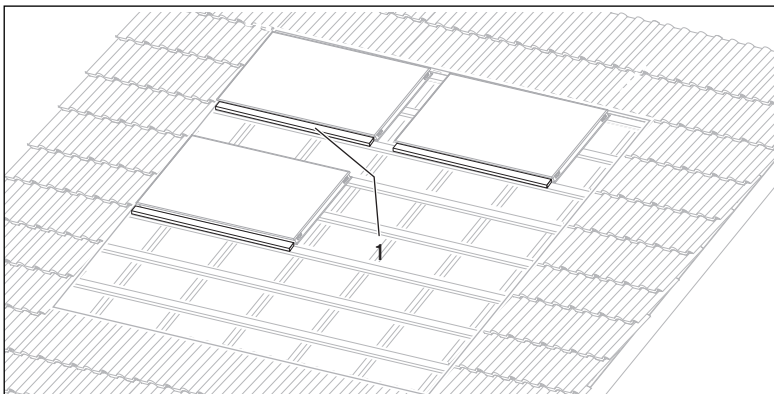

Abb. 5.9 Kollektoren bereitlegen
- Um den nächsten Kollektor zu montieren, entfernen Sie zunächst die zusätzliche Dachlatte, mit der Sie zuvor den Kollektor gesichert haben (→ **Abb. 5.9, Kap. 5.5.2**).